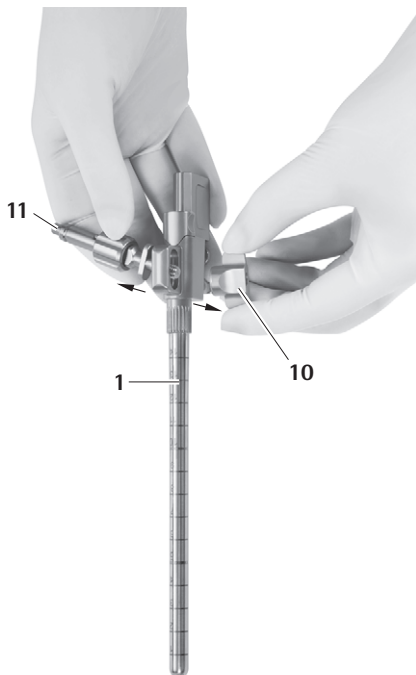

Fig. 13
- ▶ Retirar el adaptador para brazo de soporte 11, ver Fig. 13.